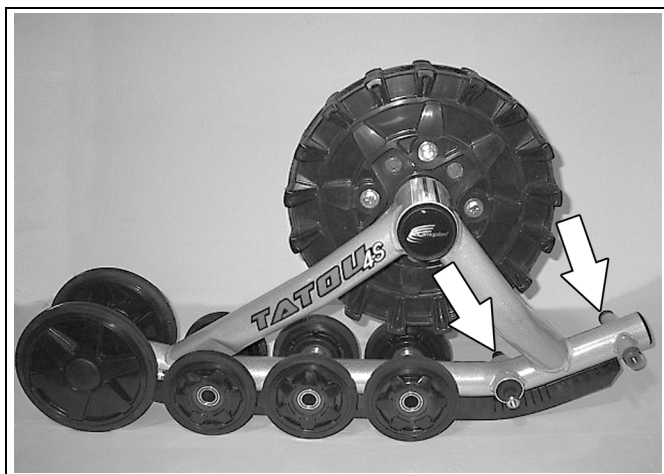

Figure 15
- Enlevez les deux roues de 200 mm vis-à-vis le tendeur de chenille (voir la Figure 15).